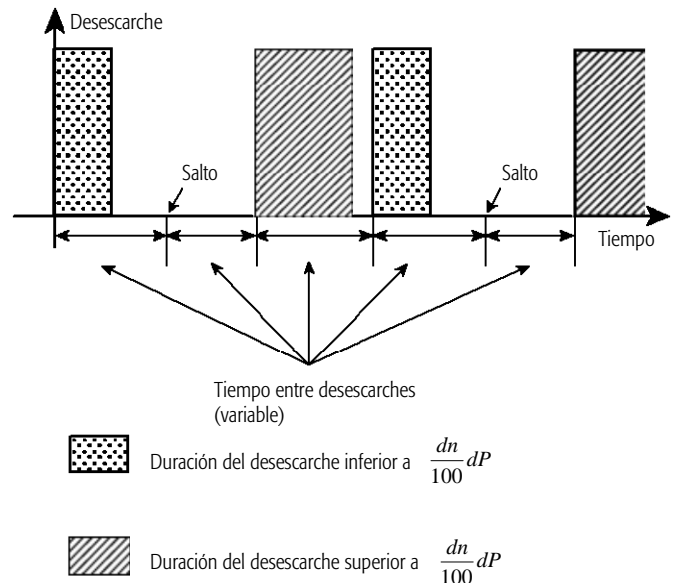

Fig. 4.14 Combinación de tiempo variable entre desescarches y salto del desescarche.
3. Combinación de los tipos anteriores: En este tipo de desescarche, el intervalo temporal entre desescarches es aumentado o disminuido de acuerdo con la anterior fase de desescarche y la ejecución del desescarche mismo está basada en la duración del anterior, como se ha descrito en los tipos anteriores y en la fig. 4.14.